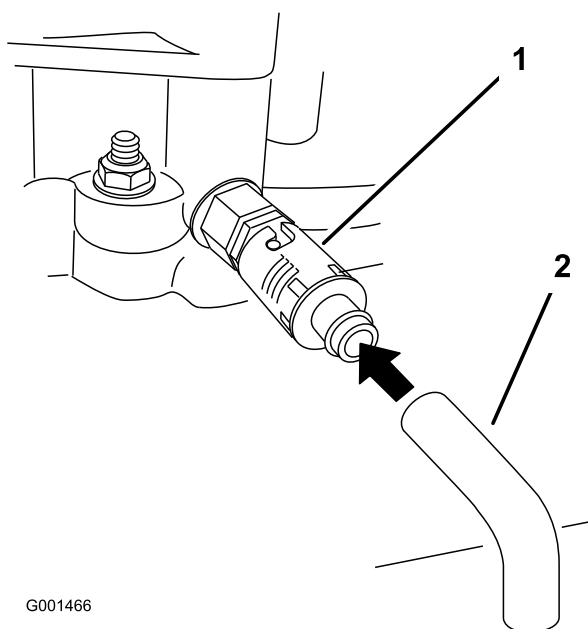

Figure 35
6. Placez un bac sous le flexible de vidange. Tournez le robinet de vidange d'huile pour permettre à l'huile de s'écouler (Figure 35).
8. Enlevez le flexible de vidange (Figure 35).